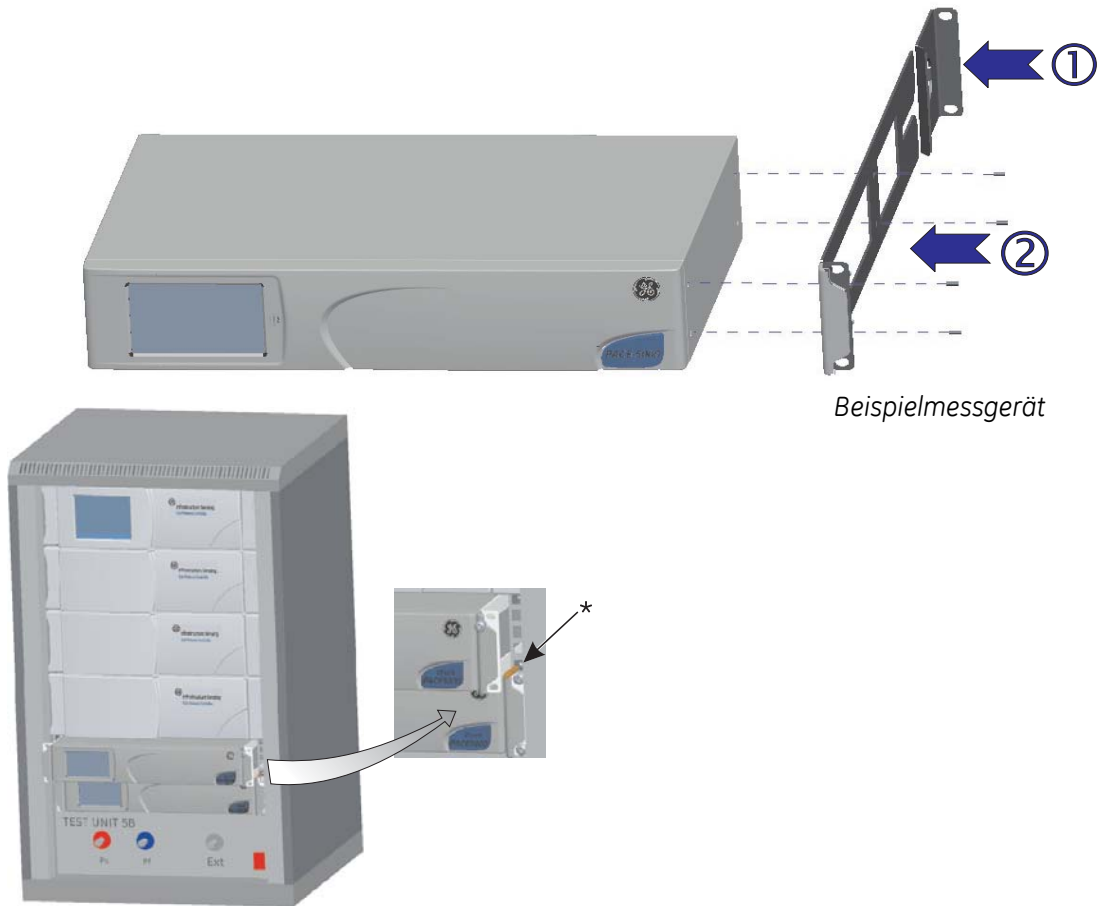

Abbildung 2-5: Gestellmontage
2.5 Optionale Gestellmontage (Abbildung 2-5)